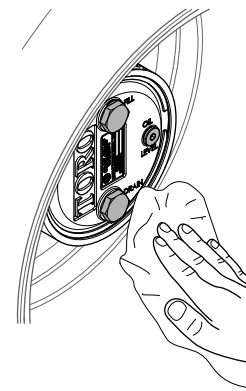

図 104
- プラネタリハウジングとブレーキハウジングをきれいに拭く図 104。